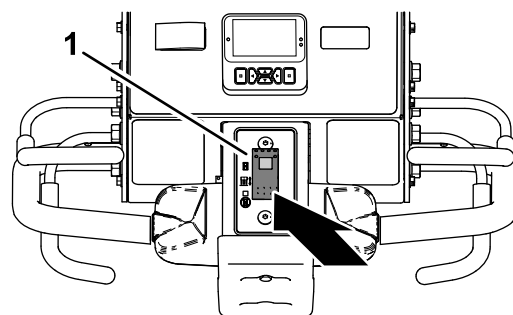

Figura 86
1. Mueva la parte inferior del interruptor de control de bajada (Figura 86) hasta la posición de BAJADA INMEDIATA.